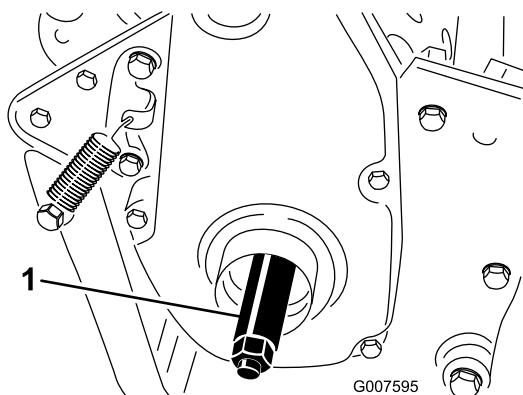

Figure 6
3. Vissez l'arbre de la roue droite sur la poulie d' entraînement du côté droit de la machine (Figure 6).